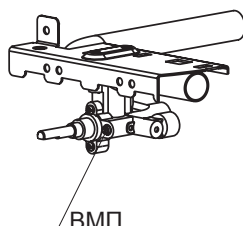

рис. 19
22.3. Настройка регулируемых ВМП горелок стола и духовки (рис. 19).